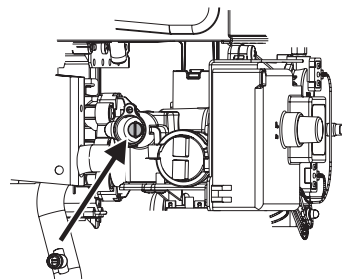

Fig. 14 Parafuso de ajuste de caudal de gás máximo
- ▶ Retirar a selagem do parafuso de ajuste (Fig. 14).
- ▶ Utilizando o parafuso de ajuste (Fig. 14) regular a pressão até atingir os valores indicados na tabela 6.